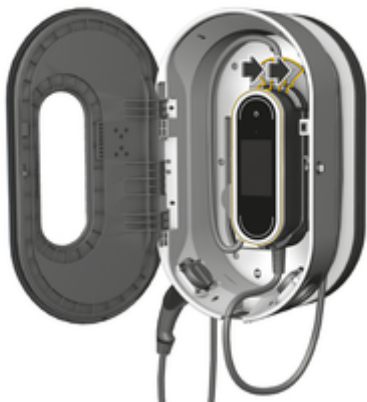

Rys. 327 Zawieszanie modułu sterowania
3. Poprowadzić kabel samochodu przez otwór **A** (rys. 327), a niewykorzystany fragment przewodu owinąć wokół stacji ładowającej.